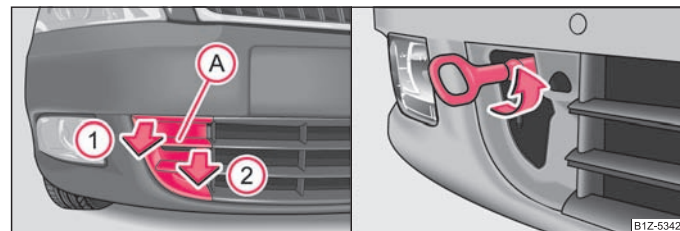
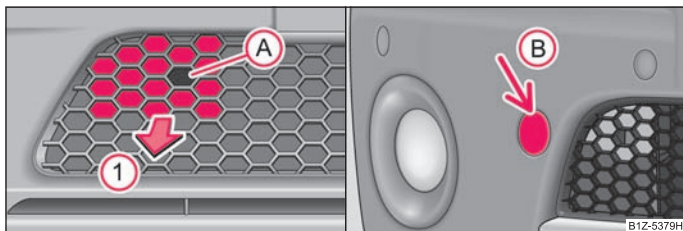

Fig. 185 Bara de protecție față: Grilajul de protecție/montarea inelului de remorcă
Fig. 186 Bara de protecție faă Octavia RS: Grilajul/Octavia Scout: Capac
- Introduceți degetul în orificiul **A** → fig. 185.
- Înșurubai cârligul de tractare cu mâna spre stânga → fig. 185 - dreapta și strângeți. Pentru strângere, vă recomandăm de exemplu să utilizați cheia de roi, inelul de ancorare al unui alt autovehicul sau un alt obiect asemănător, pe care să îl puteți introduce în cârlig.
- Introduceți degetul în orificiul (A) al grilajului ⇒ fig. 186.
- Trageți în sensul indicat de săgeată (1) și deblocați capacul, apoi scoateți-l.
- Însurubai cârligul de tractare cu mâna spre stânga până la limită ⇒ fig. 185 - dreapta și strângeți-l cât de mult posibil.
- Apăsai pe partea de sus a capacului (B) și scoateți-l.
- Însurubai cârligul de tractare cu mâna spre stânga până la limită ⇒ pagina 213, fig. 185 - dreapta și strângeți-l cât de mult posibil. Pentru strângere, vă recomandăm de exemplu să utilizați cheia de roi, inelul de ancorare al unui alt autovehicul sau un alt obiect asemănător, pe care să îl puteți introduce în cârlig.